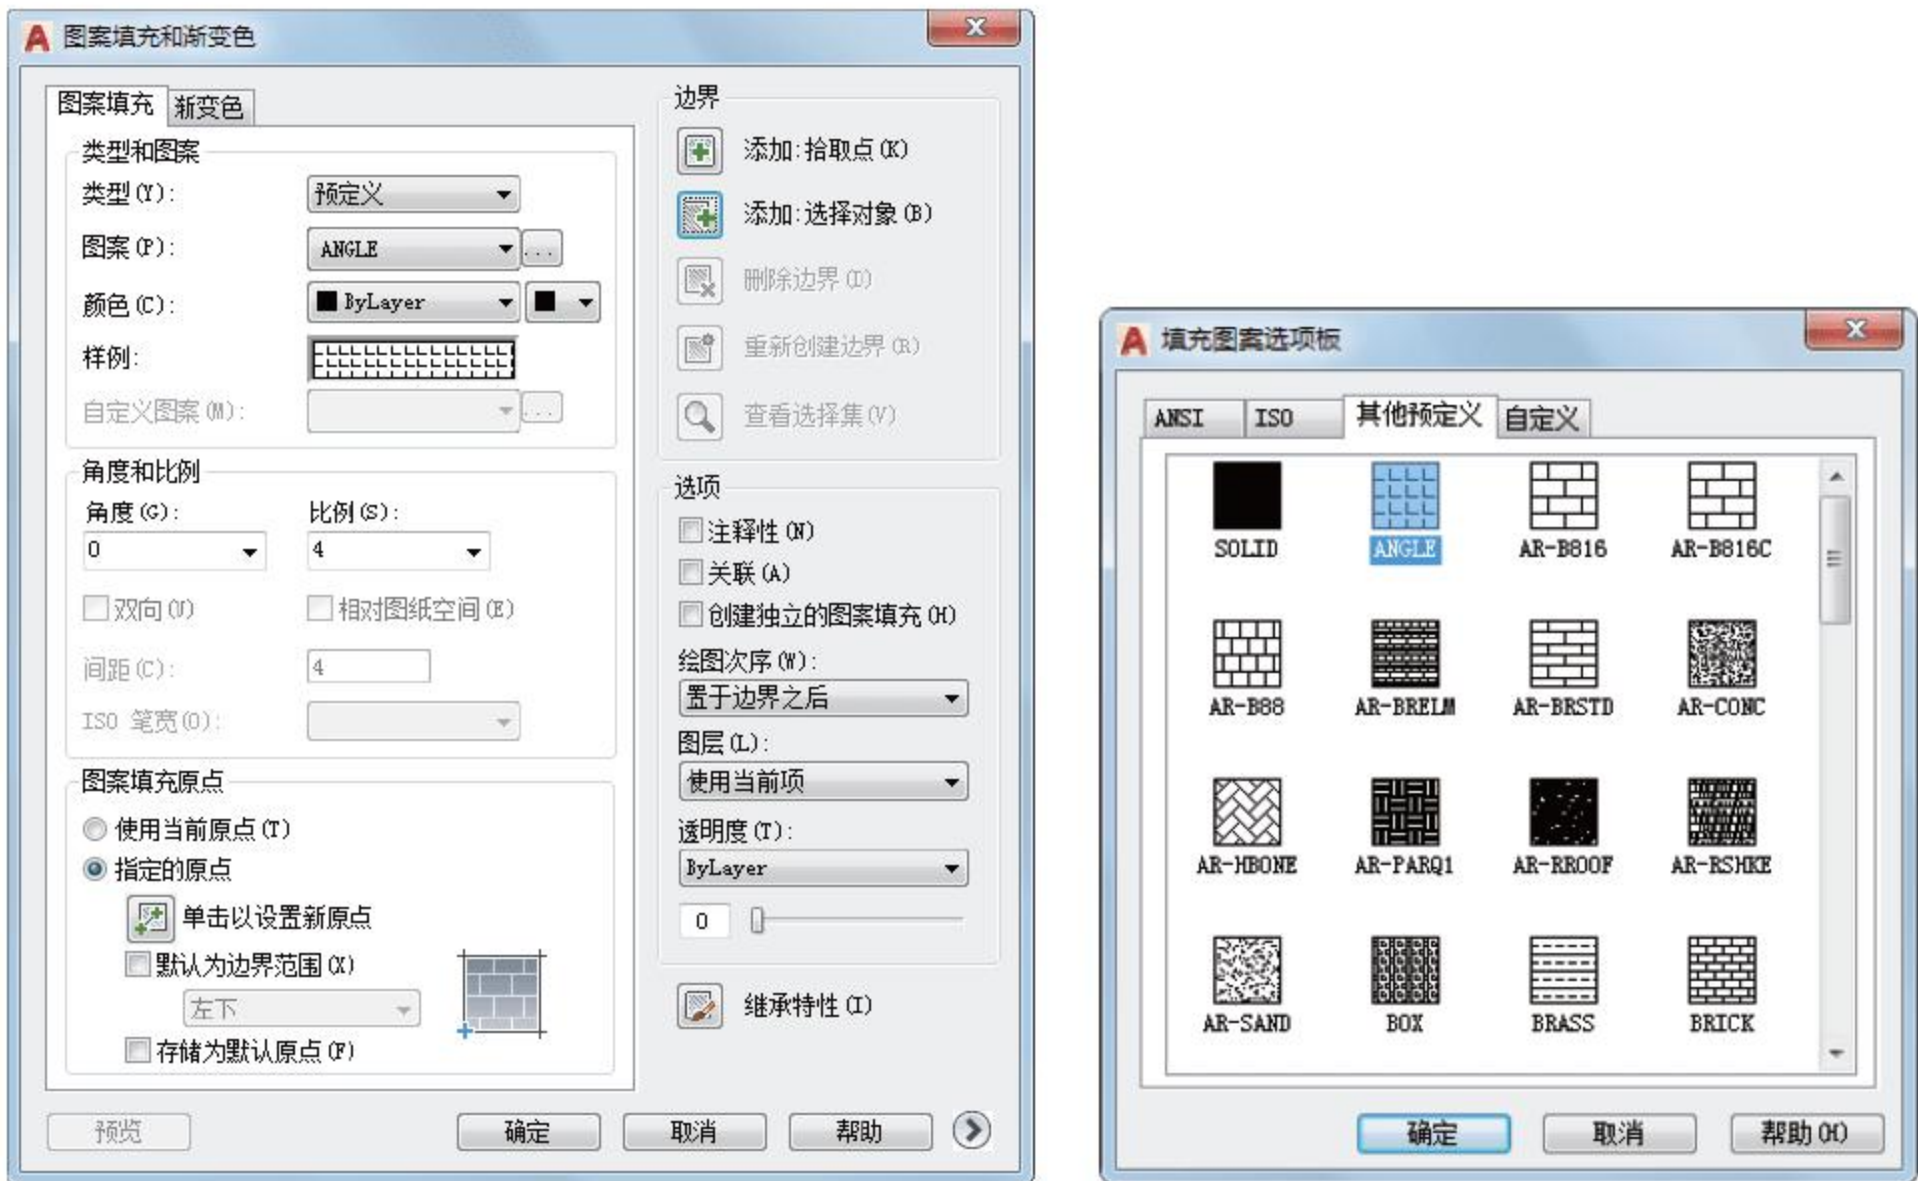

图4-132 【图案填充和渐变色】对话框和【填充图案选项板】对话框
如果用户使用过旧版的AutoCAD，那可能会不习惯【图案填充创建】选项卡式的操作方式。此时可在AutoCAD中执行【图案填充】命令后，命令行提示【拾取内部点或 [选择对象 (S) /放弃 (U) /设置 (T) ]:】时，选择【设置 (T)】选项，弹出【图案填充和渐变色】对话框，单击【图案】选项右侧的按钮，弹出【填充图案选项板】对话框，如图4-132所示。这样就方便习惯使用对话框操作的用户了。